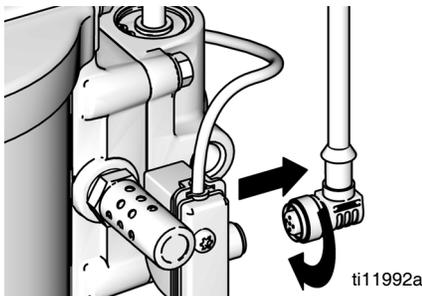

図 10. DataTrak の接続を外す
1. リードスイッチアセンブリの背面からケーブルのネジを外します。図 10 を参照してください。